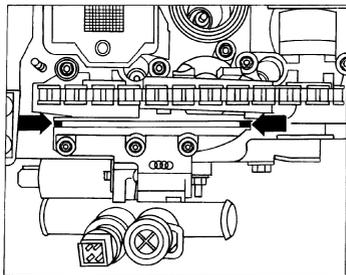

图 2-81 凸轮轴调整器/气缸盖之间涂层位置力检测仪 V. A. G1381 或 V. A. G1763; ② 火花塞扳手 3122B。
- 2) 用小旋具在图 2-81 箭头所示凸轮轴调整器/气缸盖之间轻涂一层 D 454 300 A2。